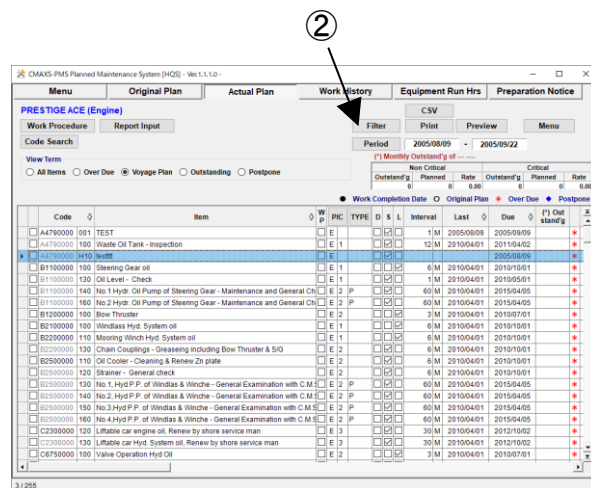

図 7-1 Actual Plan 画面
- ① “Menu”の[Actual Plan]タブを選択してください。
- ② “Actual Plan 画面”(図 7-1)が表示されます。